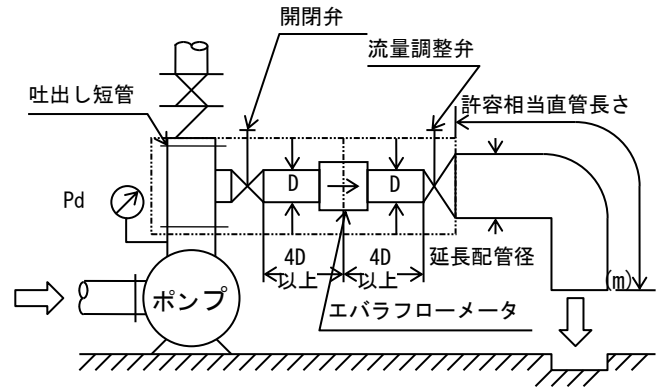

図 18
- (1) 消火ポンプユニットの場合に附属される流量計で、吐出し短管から流量調整弁までの配管はしてありますので（図 18 の二点鎖線内）、それ以後の延長配管のみ施工してください。
- (2) 試験配管の損失水頭が、ポンプの吐出し圧力より大きい場合は、規定水量が流れませんので、流量調整弁以降の延長配管は、下表より選び、できるだけ短く（延長配管の相当直管長さが下表の値以下となるように）してください。